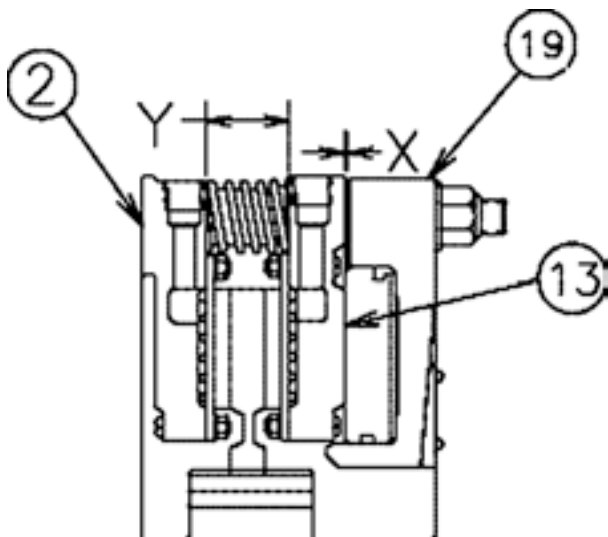

Рис. 7
Для ввода натяжного устройства в зацепление на цилиндр подают давление воздуха порядка 25 PSIG (1,7 бар). Замеряют зазор «Х» между цилиндром (19) и нажимным диском (13) или зазор «У» между нажимным диском (13) и монтажным фланцем (2), как показано на рис. 7. Если любой из зазоров превышает пределы, указанные в таблице 10, фрикционные диски и/или износные пластины нужно проверить и убедиться, что не превышены пределы износа, указанные в таблице 13.